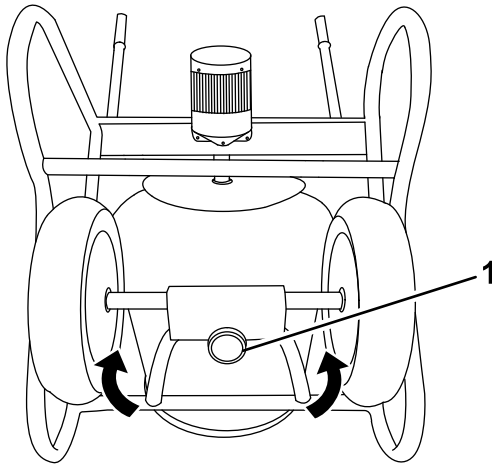

Figura 14
2. Gire la chapa del soporte de giro hasta que descansa sobre el tope delantero (Figura 14).